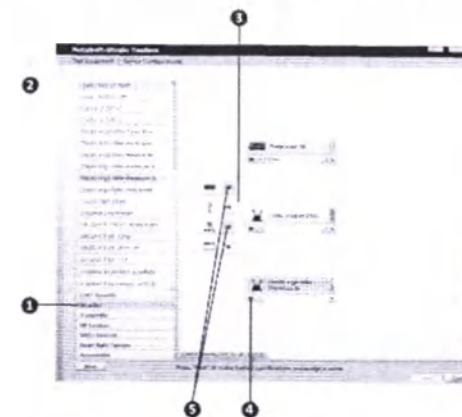

Рис. 27: Выбор нагрузочного устройства
- В зависимости от подключенного устройства выберите в полосе меню группу устройств (Bicycles) (Велозергометр) ① (➤ рис. 27). Щелкните по названию вашего устройства (напр., custo med ec3000) ② в списке выбора и перетяните его на рабочий экран.